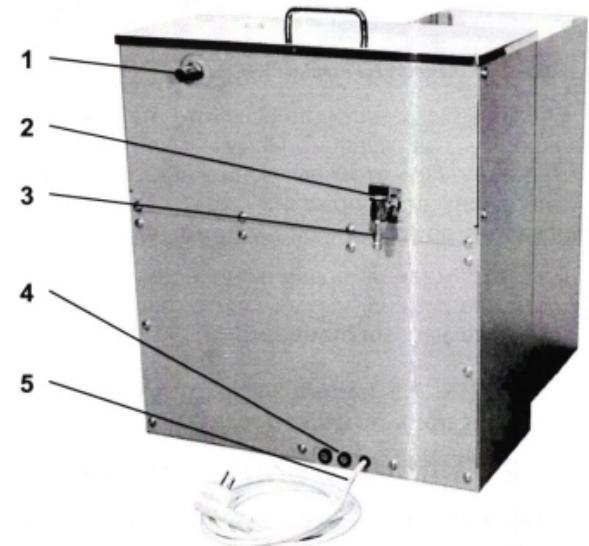

Рис. 5. Аппарат АРН-ЛАБ-03.
На задней панели аппарата (см. рис. 5) расположены патрубки охлаждающей ванны (1) и (3), вентиль для управления подачей воды (2), сетевые предохранители (4) и вывод кабеля электропитания (5).